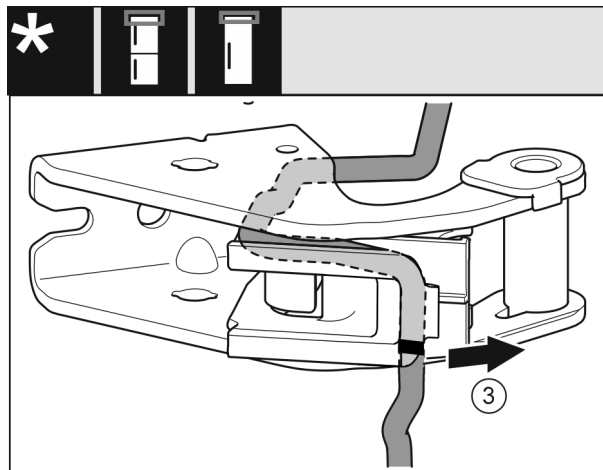

Fig. 27
- ▶ Odmontujte kabel s držákem kabelu ze stojanu ložiska. Fig. 27 (3)